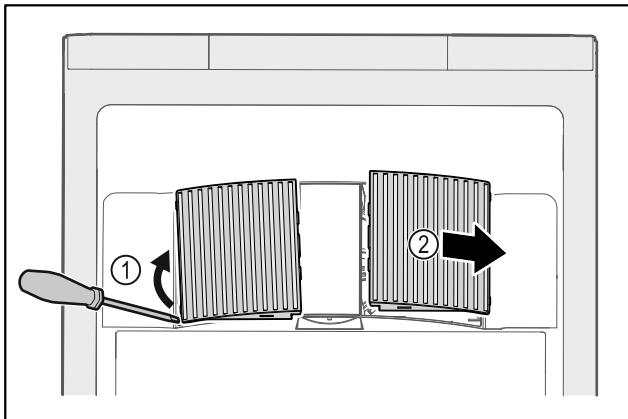

Fig. 104
- ▶ Lirk ut ventilatordekslene fra siden Fig. 104 (1), og ta dem ut forover Fig. 104 (2).